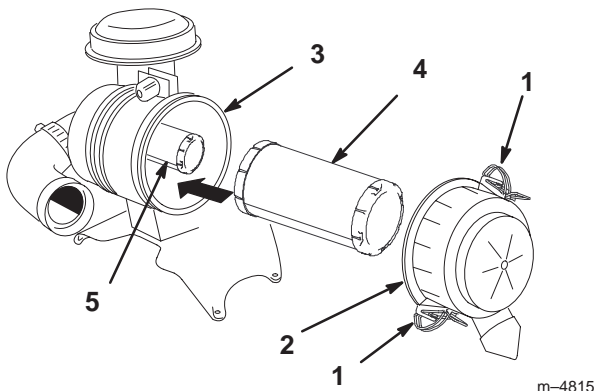

Figure 40
3. Ouvrez les dispositifs de verrouillage du filtre et ôtez le couvercle du corps du filtre (Fig. 40).
5. Sortez l'élément primaire du corps du filtre avec précaution (Fig. 40). Évitez de cogner l'élément à l'intérieur du corps.
2. Si vous remplacez l'élément de sécurité, insérez-le avec précaution dans le corps du filtre (Fig. 40).
3. Installez ensuite l'élément primaire sur l'élément de sécurité avec les mêmes précautions (Fig. 40). Assurez-vous qu'il est bien engagé en appuyant sur le rebord extérieur de l'élément quand vous l'installez.
4. Reposez le couvercle, le côté portant l'inscription **UP** étant tourné vers le haut, et fermez les dispositifs de verrouillage (Fig. 40).